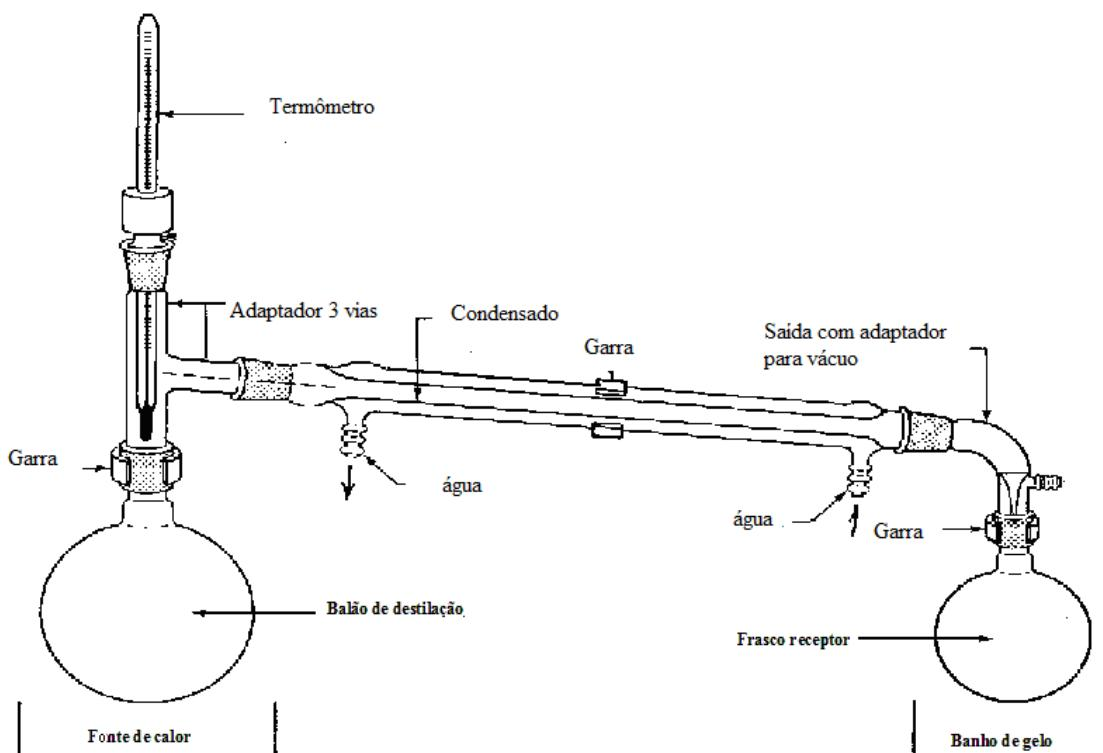

Figura 7: Aparelhagem para destilação simples
- Monte, **com muito cuidado**, um aparelho como mostrado na figura 7, usando um balão de 250 mL como frasco de destilação e um erlenmeyer como frasco receptor, usando uma manta elétrica como fonte de aquecimento. Fixe os elementos de vidro com garras.